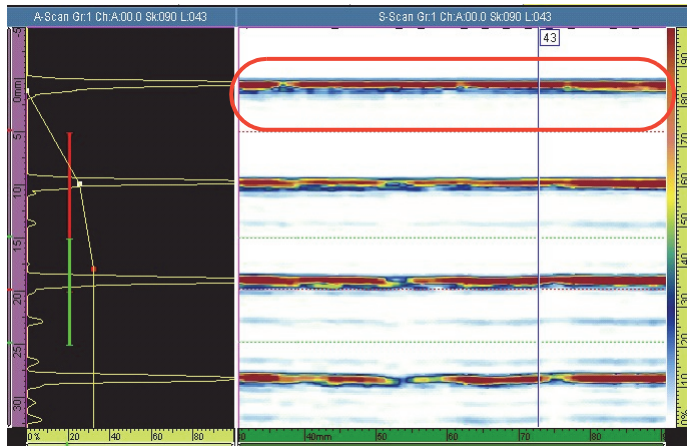

Рис. 4-1 Пример S-скана при отсутствии пузырьков воздуха
5. При необходимости, поднимите сканер, протрите преобразователь пальцем несколько раз до полного исчезновения пузырьков (см. Рис. 4-1 на стр. 38).